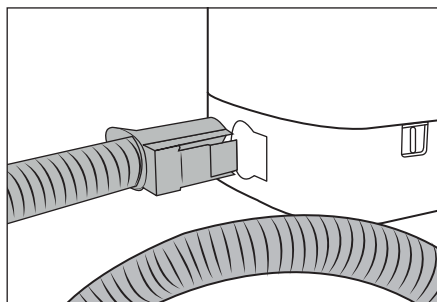

Fig. 2
- ◆ Enfichez le flexible de pulvérisation/aspiration **19** dans le raccord du flexible de pulvérisation/aspiration **17** de l'appareil jusqu'à ce que la touche de déverrouillage **21** s'enclenche (voir fig. 2).